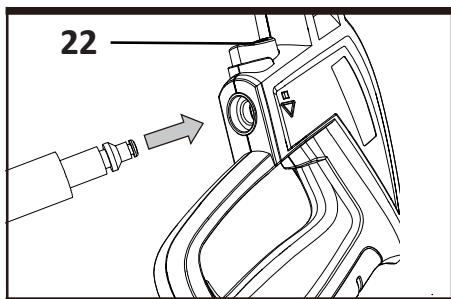

Рис. E2
22. Кнопка отсоединения шланга высокого давления (см. рис. E2)